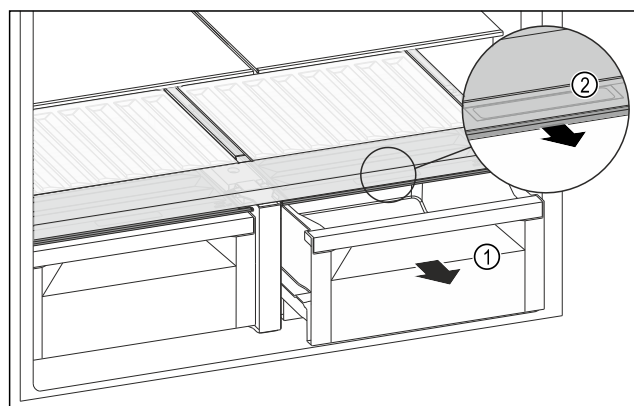

Fig. 138
- ▶ 拉出抽屉 Fig. 138 (1)。
- ▶ 抓住抽屉盖上的内嵌式拉手 Fig. 138 (2)，并同时向前拉出抽屉盖。